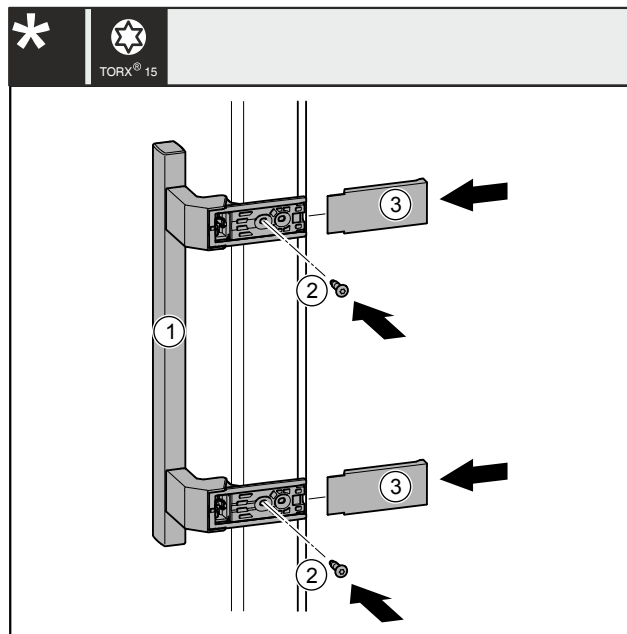

Fig. 42
- Nasadte madlo Fig. 42 (1) na protilehlé straně.
- Šroubovákem šrouby Fig. 42 (2) pevně utáhněte.
- Kryty Fig. 42 (3) bočně nasadte a nasuňte je tak, aby zapadly na své místo.